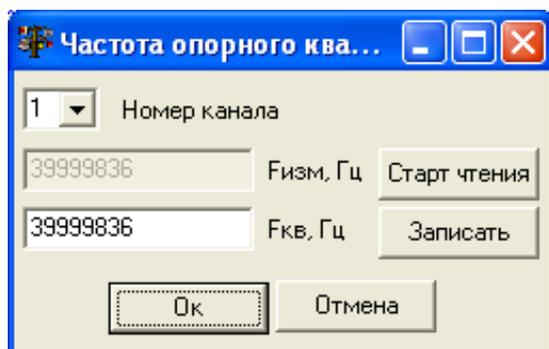

Рис. 26. Вкладка «Частота опорного кварца».
2.6.5. Нажмите кнопку **Изменить** справа от значения частоты опорного кварца. На мониторе появится вкладка, изображенная на рис.26.